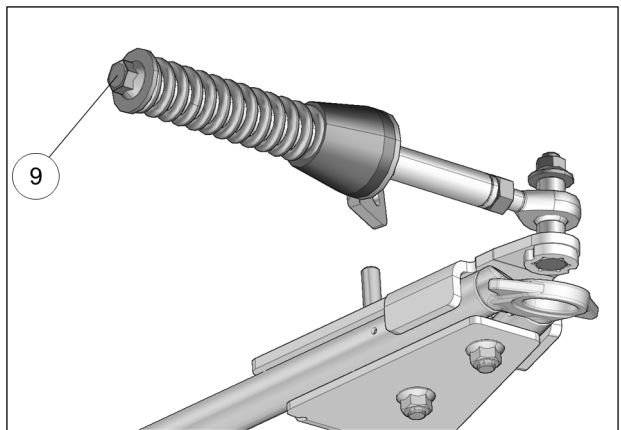

Fig. 22
10. Vérifier que le boulon du ressort (6) est serré au couple recommandé : 75 N•m [55 lb•pi]. Fig. 22